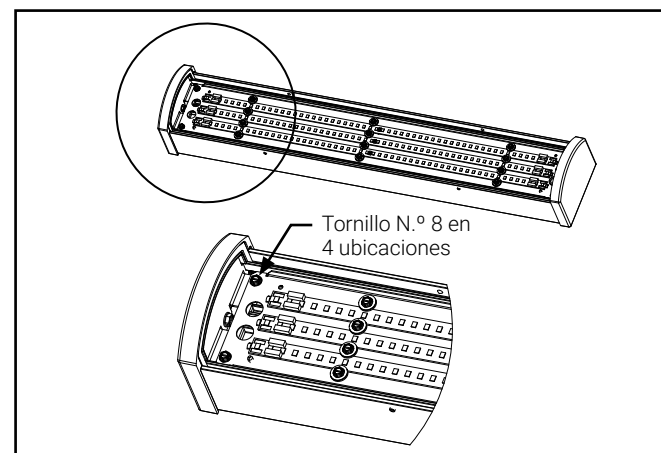

Figura 2.
3. Retire la bandeja de instalación LED de la carcasa. Extraiga los 4 tornillos en los extremos de la bandeja de instalación para permitir el acceso al interior del canal para el montaje y el cableado (Figura 2).